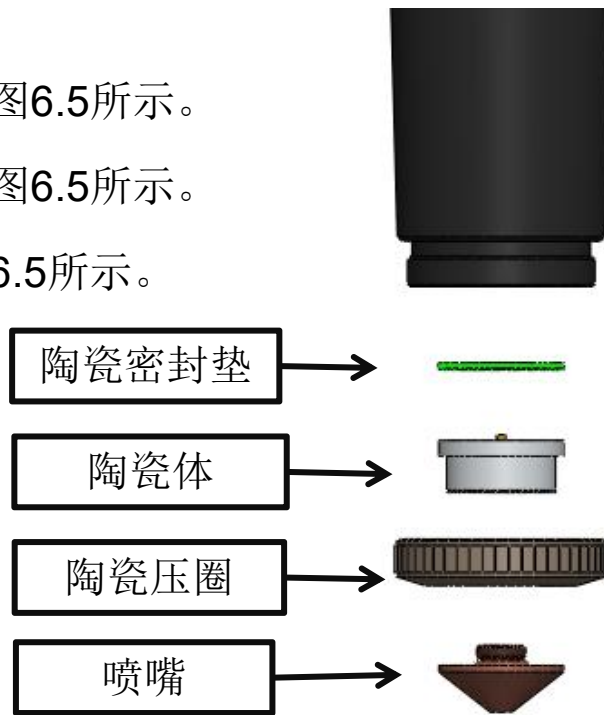

图6.5
- ① 逆时针旋转拆下喷嘴，如图6.5所示。
- ② 逆时针旋下陶瓷压圈，如图6.5所示。
- ③ 竖直向下取出陶瓷，如图6.5所示。